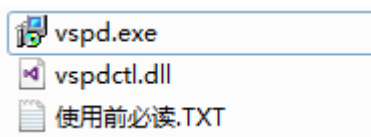

图 1.6 VSPD 安装程序
(1) 解压“虚拟串口 VSPD 软件”，运行“vspd.exe”，如图 1.6 所示。